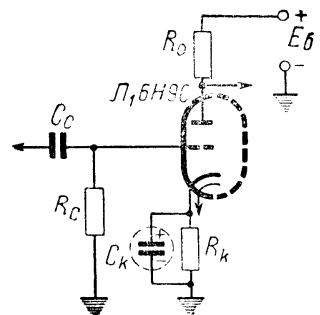

Рис. 6
Рассмотренные выше характеристики называются статическими, так как любая из них отражает зависимость анодного тока только от одной переменной величины (либо от U_a , либо от U_{c_1}). Однако при работе лампы все токи и напряжения изменяются одновременно. Так, например, если один триод лампы 6Н9С работает в усилителе НЧ на сопротивлениях, схема которого показана на рис. 6, то изменение напряжения между управляющей сеткой и катодом приведет к изменению анодного тока, что, в свою очередь, вызовет изменение напряжения между анодом и катодом лампы вследствие изменения падения напряжения на сопротивлении анодной нагрузки R_a . Если, изменения напряжение между сеткой и катодом лампы этого усилителя, измерять напряжение между анодом и катодом, то мы получим так называемую динамическую сеточную характеристику для данного сопротивления R_a и постоянного напряжения источника питания E_b .
1. Определить величину сопротивления R_k , необходимого, чтобы получить постоянное смещение $E_{c_1} = -2 \text{ в}$ на сетку лампы 6Н9С усилителя на сопротивлениях (рис. 6), если